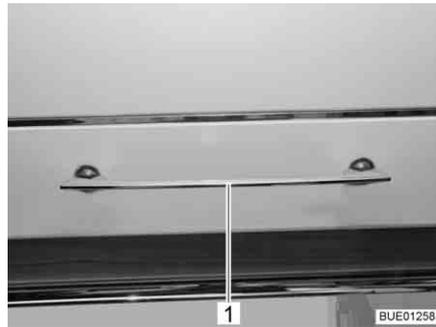

Bild 38 Möbelklappe mit Entriegelungsgriff
- Entriegelungsgriff (Bild 38,1) nach unten drücken und gedrückt halten.